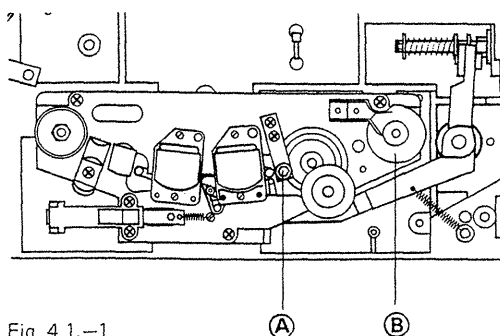

Fig. 4.1.-1
- Bandführungen reinigen, Bandführung (A) *nicht verstellen*. Wenn nötig, kann die Bandführung mit einem Kreuzschlitz-Schraubenzieher vom Kopfträger gelöst werden (2 Schrauben, Fig. 4.1.-1).
- Tacho-Rolle (B) reinigen
- Clean tape guides, take care *not to alter* the adjustment of guide (A). The tape guide may be removed from the headblock after undoing its Phillips head mounting screws (2 screws, fig. 4.1.-1).
- Clean the tachometer roller (B)
- Nettoyez les guides de bande, *ne pas dérégler* le guide de bande (A), qui si nécessaire ne sera démonté qu'avec son support, à l'aide d'un tournevis à croix (2 vis, fig. 4.1.-1).
- Nettoyez la roue tachymétrique (B)